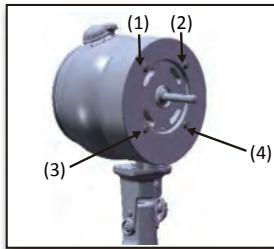

Figura 1
1. Destornille los cuatro Tornillos de Montaje de Rejilla (1) (2) (3) (4) en la delantera del motor. Figura 1. Coloque la rejilla trasera contra la cáscara de motor (5), Figura 2. Y alinée 4 etiquetas en la parte trasera de la rejilla (6) en los cuatro agujeros de tornillos en la delantera del motor. Asegúrese de que la manija de la parte posterior de la rejilla trasera esté hacia arriba.